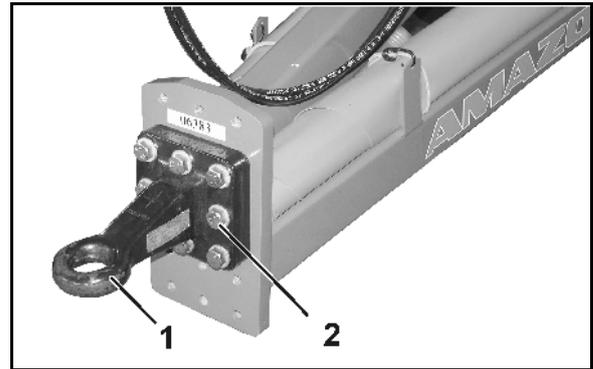

Fig. 48
Con la máquina desmontada puede ajustarse la altura de la argolla de tracción (Fig. 48/1) al tractor.
- o Soltar los tornillos (Fig. 48/2) y atornillar la argolla de tracción en la altura deseada.